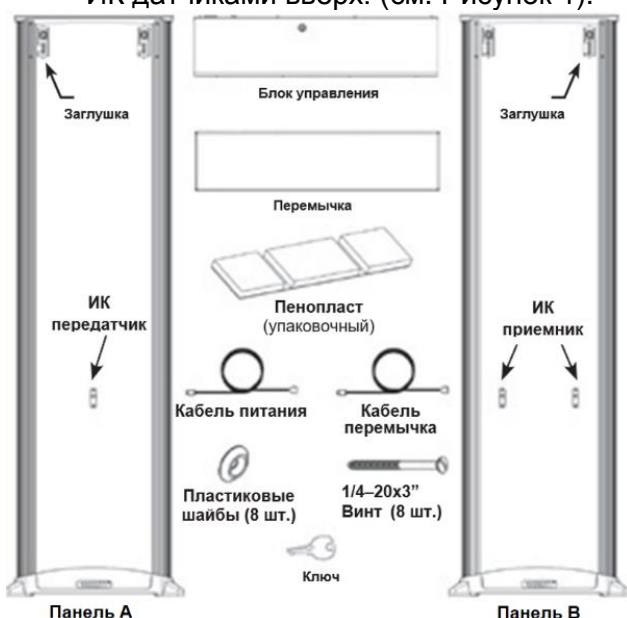

Рисунок 1
1. Откройте коробку и разложите панели на земле на расстоянии около 1 м друг от друга, ИК датчиками вверх. (см. Рисунок 1).